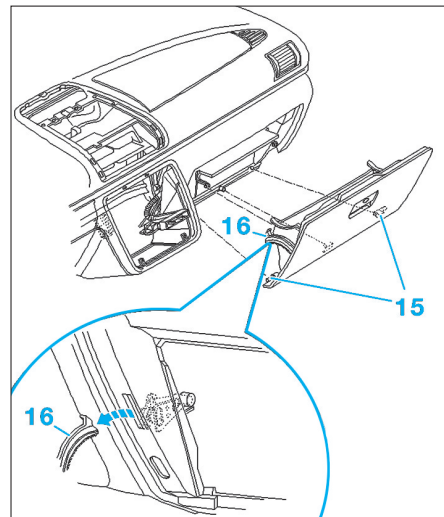

Fig. 13
- En position d'ouverture, retirer le couvercle de boîte à gants en dégrafant les pivots (15) (Fig.13).
- Retirer les étriers du couvercle de boîte à gants (16) du tableau de bord dans le sens de la flèche.